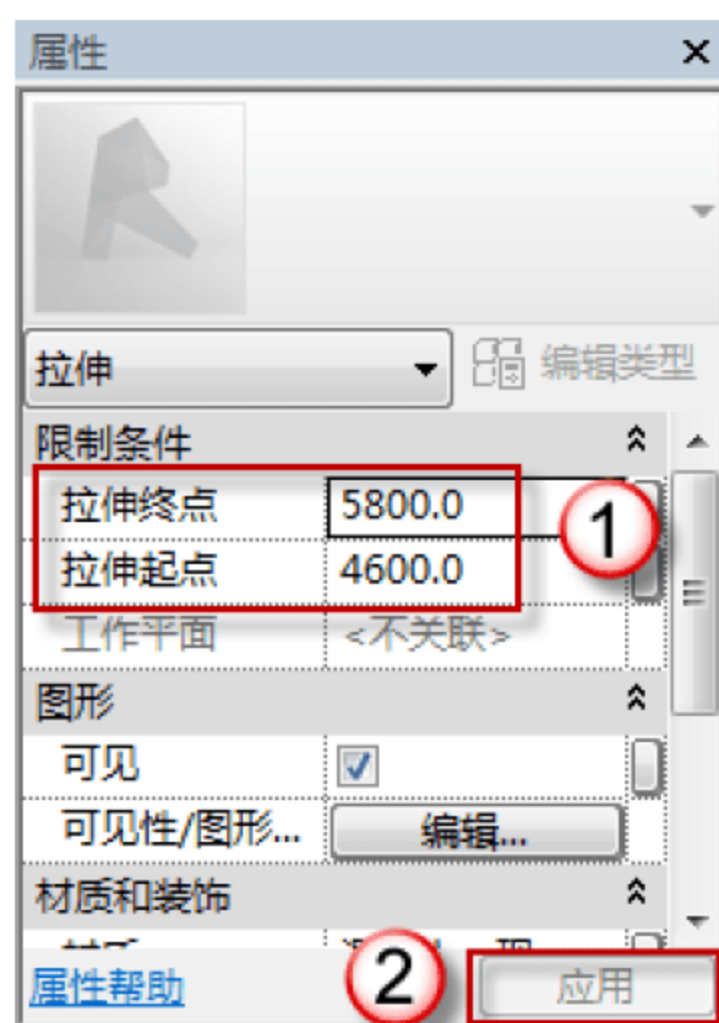

图 12.3.18 调整  $200\text{ mm} \times 200\text{ mm} \times 1200\text{ mm}$  柱子的参数
(16) 调整  $200\text{ mm} \times 200\text{ mm} \times 1200\text{ mm}$  柱子的参数。在“属性”面板中，将“拉伸起点”改为“4600”，“拉伸终点”改为“5800”，单击“应用”按钮，如图 12.3.18 所示。